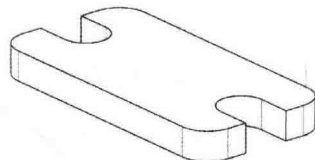

图 1-45 创建“边倒圆”特征
(9) 单击“边倒圆”按钮,选取实体 4 个角,创建 R5mm 的圆角,如图 1-45 所示。